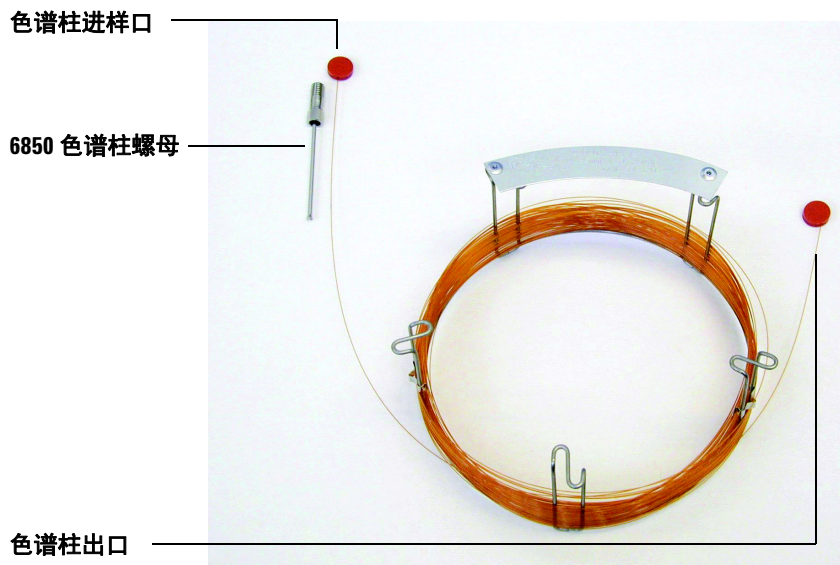

图 2 色谱柱
- 1 请将色谱柱（GC 运输工具箱中的 19091S-433E）放到表面清洁的地方，并且色谱柱标签在 12 点方向面朝用户。请注意，色谱柱的进样口和出口的朝向和使用 GC 检测器时的朝向是一样的，并且色谱柱的出口是放在色谱柱架的背面的（离风扇更近）。请参见图 2。